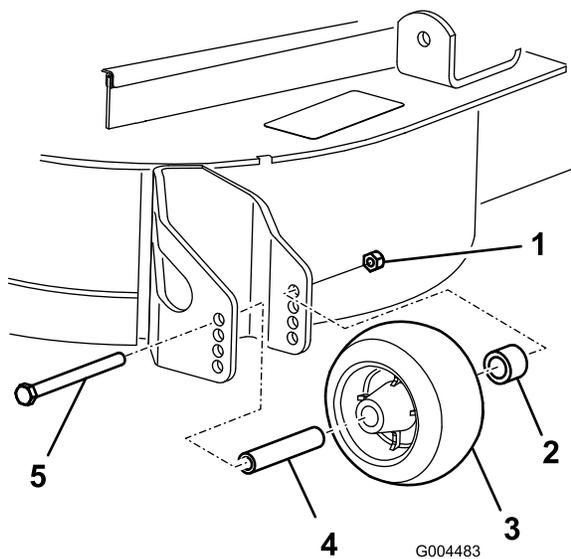

Figura 18
3. Dopo avere regolato l'altezza di taglio, regolate i rulli togliendo il dado flangiato, la boccola, il distanziale ed il bullone (Figura 18).
5. Montate il dado flangiato, la boccia, il distanziale ed il bullone. Serrate a 54–61 Nm (Figura 18).